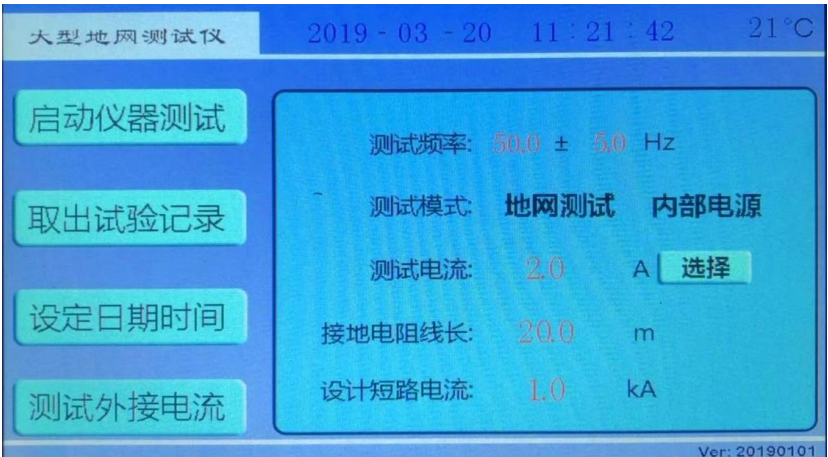
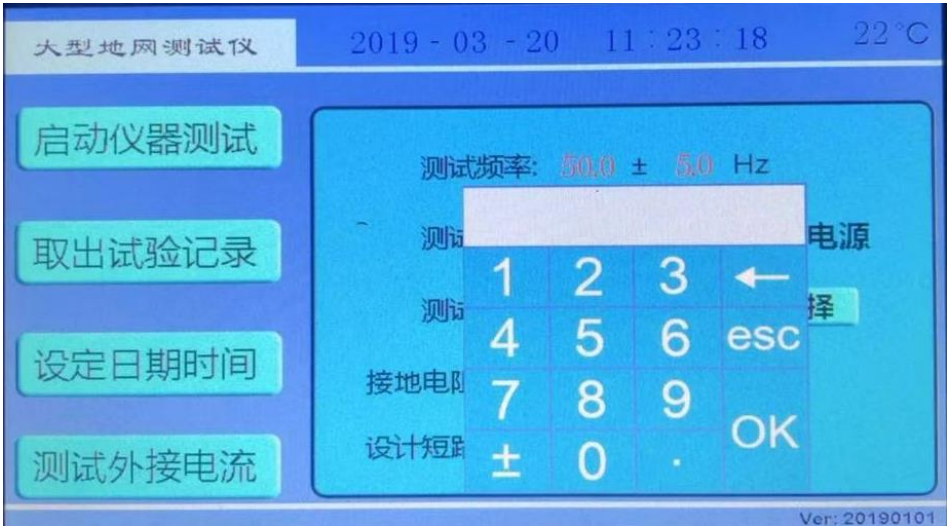
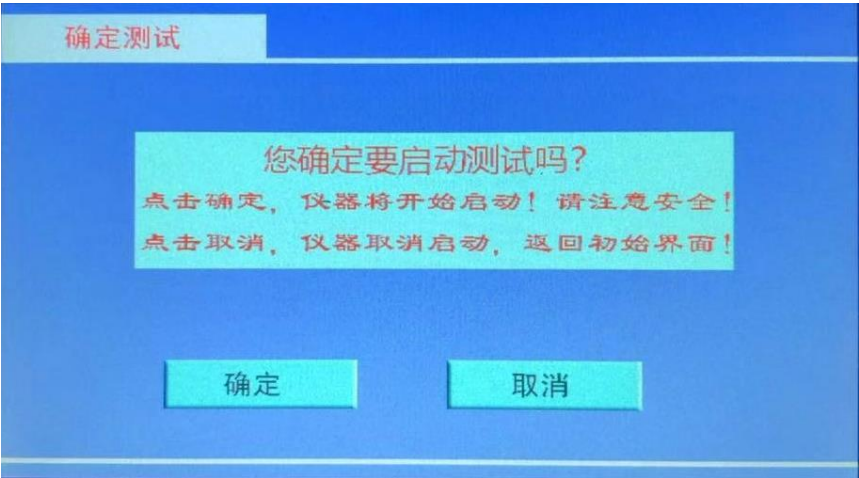

图 5 开机界面
图 9 红色数字参数修改界面
图 10 测试确认界面
1. 打开电源开关，计算机进行自检，几秒钟后，液晶屏显示中文主菜单如图 5 所示，表示自检成功。
7) 开机界面(图 5)下，红色数字的修改。如测试频率等项目，只需要使用触屏笔或手指点击，就可弹出数字键盘，然后修改即可。（图 9）
在开机界面(图 5)下, 测试模式选择**地网测试**，使用触屏笔或手指点击**启动仪器测试**, 出现测试确认界面（图 10）：
点击**确定**, 将开始升流测试。**请确认已经接好测试**。此时将出现**地网测试**界面(图 11)。点击**取消**, 仪器将返回开机界面(图 5)。
此时按下**退出**，返回到开机界面(图 5)。按下**打印**，打印出结果。
在开机界面(图 5)下，测试模式选择**接地电阻**，（线长一般选择 20 米）使用触屏笔或手指点击**启动仪器测试**，出现测试确认界面（图 14）：
点击**确定**, 将开始升流测试。**请确认已经接好测试线**。此时将出现**接地电阻测试界面**(图 15)。点击**取消**, 仪器将返回开机界面(图 5)。
在开机界面(图 5)下, 测试模式选择**恒流测试**，（短路电流一般为 1kA）使用触屏笔或手指点击**启动仪器测试**, 出现测试确认界面（图 18）：
此时将出现**恒流测试**界面(图 19)。点击**取消**, 仪器将返回开机界面(图 5)。